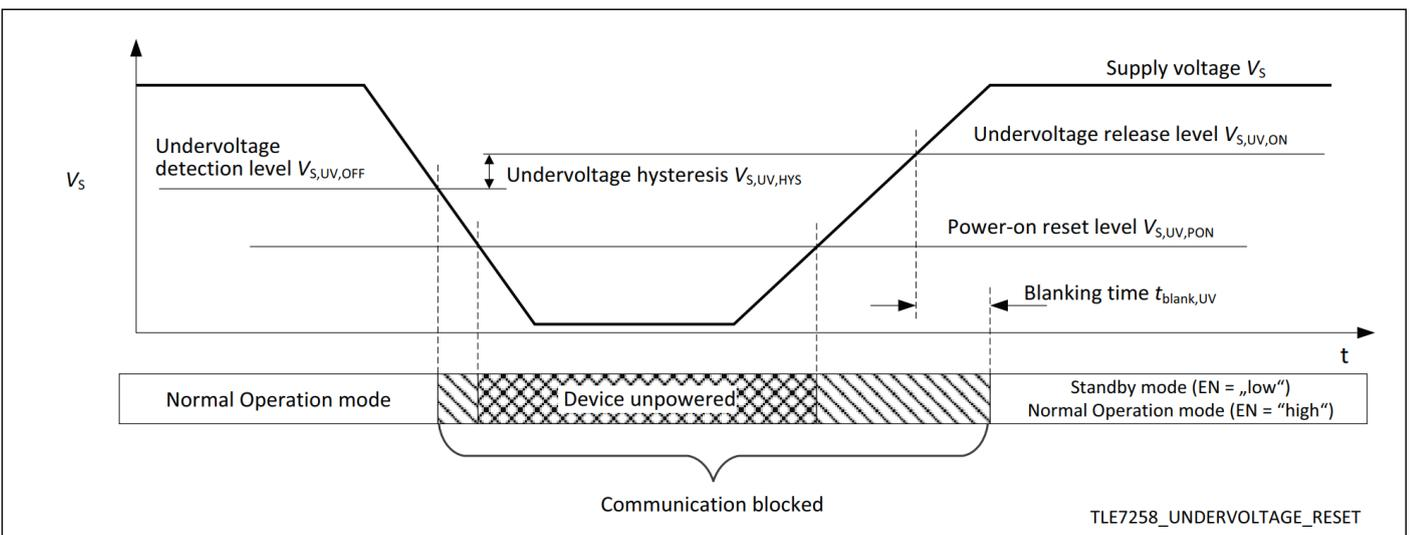

图 12 欠压检测及上电复位
- 如果电源 V_S 下降到低于上电复位电平 $V_{S,UV,PON}$ ，TLE7258 不仅会阻止 LIN 总线与微处理器之间的通信，还会在 V_S 电源恢复后，将运行模式更改为待机模式。在待机模式中，TLE7258 指示 RxD 输出上的上电事件。上电复位电平在所有运行模式下均有效。见图 12。